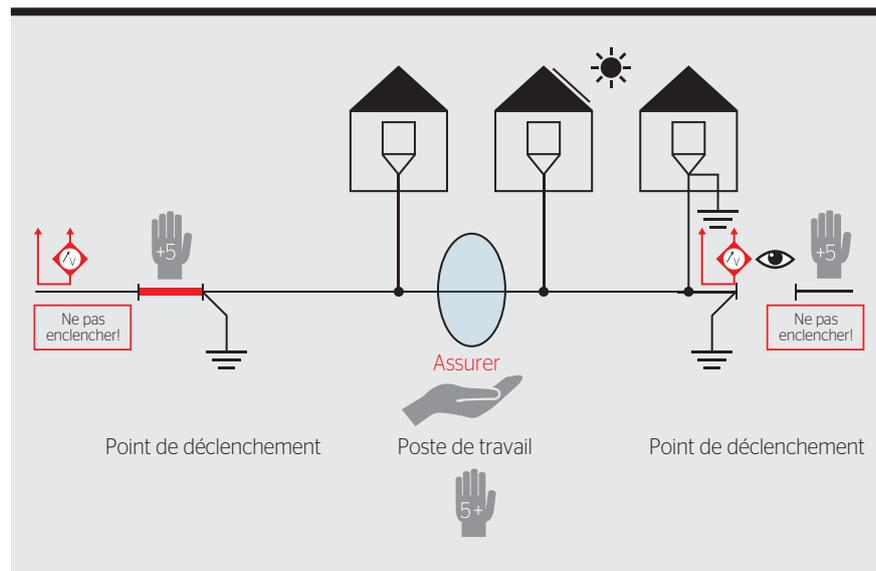

Figure 2 Travaux sur une ligne en boucle avec manchons.
- S'il s'agit d'une ligne en boucle et que d'autres consommateurs sont raccordés au câble, l'élément de ligne doit être déclenché et sécurisé des deux côtés conformément aux 5 règles de sécurité (**figure 2**). En outre, les travaux sur le poste de travail doivent être préparés conformément aux 5 règles vitales.